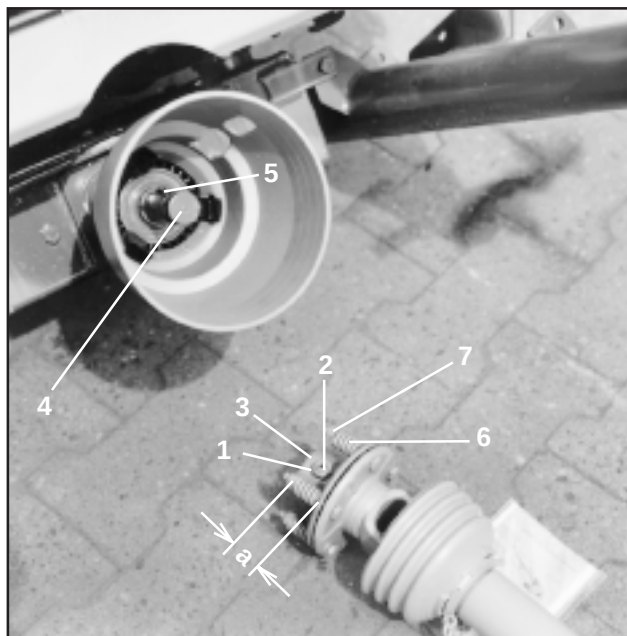

Рис. 10.22
При частом срезании срезного болта между фланцем соединительной вилки и входного вала редуктора и при работе на тракторах с жестко действующей муфтой BOM рекомендуется использовать карданный вал типа «Walterscheid» с фрикционной муфтой (Рис. 10.22).
- Открутите контргайку (Рис. 10.22/1) в вилке от фрикционной муфты (пока установочный винт более не будет выступать за контргайку), выкрутите установочный винт с внутренним шестигранником (Рис. 10.22/2) и проверьте, легко ли надвигается вилка на приводной вал.